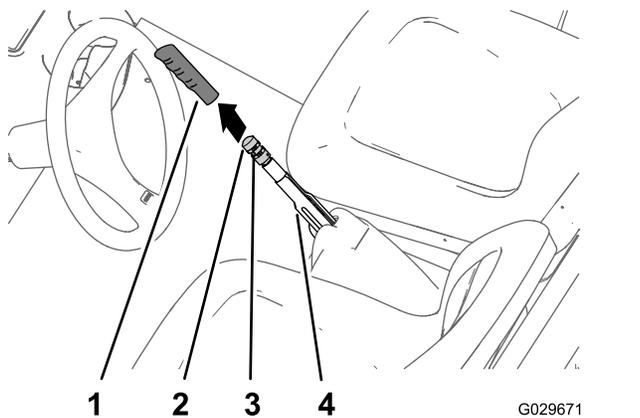

Figura 62
1. Retire la empuñadura de la palanca del freno de estacionamiento (Figura 62).
2. Afloje el tornillo de fijación que sujeta el pomo de ajuste del freno a la palanca del freno de estacionamiento (Figura 62).
3. Gire el pomo de ajuste del freno hasta que se requiera una fuerza de 133–156 N (30–35 lbf) para accionar la palanca de freno de estacionamiento (Figura 62).
4. Apriete el tornillo de fijación e instale la empuñadura (Figura 62).
2. Afloje el tornillo de fijación (Figura 62) que sujeta el pomo de ajuste del freno a la palanca del freno de estacionamiento, quite el freno de estacionamiento y afloje el pomo de ajuste del freno.
5. Gire el pomo de ajuste del freno (Figura 62) hasta que se requiera una fuerza de 133–156 N (30–35 lbf) para accionar la palanca de freno de estacionamiento.
- C. Gire el pomo de ajuste del freno (Figura 62) hasta que se requiera una fuerza de 133–156 N (30–35 lbf) para accionar la palanca de freno de estacionamiento.
- Apriete el tornillo de fijación e instale la empuñadura (Figura 62).